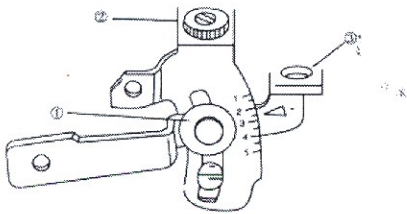

Figura 14
- Solte o botão '1' da Figura 14 e gire o parafuso '2' no sentido horário para franzir o tecido, ou no sentido anti-horário para esticar o tecido. Depois aperte o botão '1'.